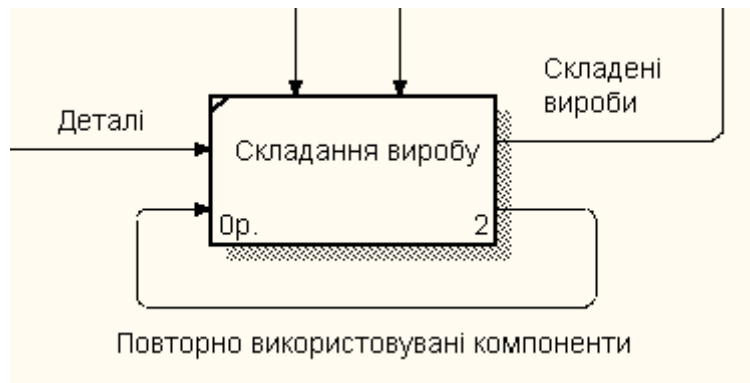

Рисунок 3.1 – Приклад зворотного циклічного зв'язку
6) циклічні зворотні зв'язки слід рисувати тільки у випадку крайньої необхідності, коли підкреслюють значення повторно використаного об'єкта. Прийнято зображувати такі зв'язки на діаграмі декомпозиції. *VPwin* не дозволяє створювати циклічний зворотний зв'язок за один прийом. Якщо усе ж необхідно зобразити такий зв'язок, слід спочатку створити звичайний зв'язок по виходу, потім розгалузити стрілку, направити нову гілку назад до входу роботи-джерела, та, нарешті, видалити стару гілку стрілки виходу (рис. 3.1);